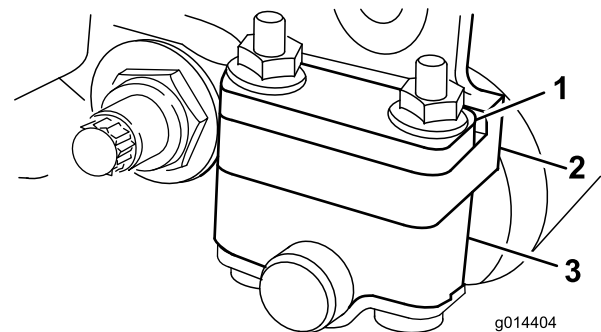
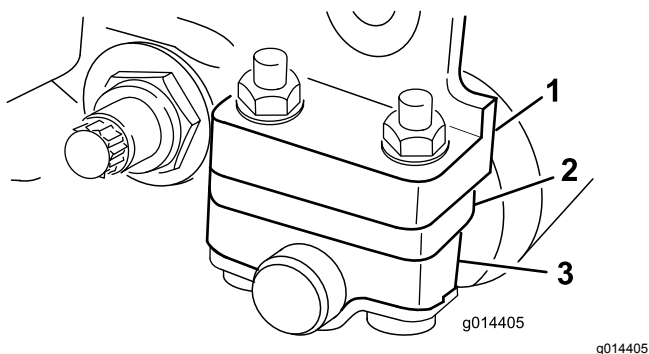

図 6
図 7
使用する刈高によって、後ローラブラケットの取り付け位置を変更する必要があります図 6 または 図 7 低位置または高位置のどちらかに設定します。
- 刈高 1.56mm の場合図 6 のように、スペーサをサイドプレート取り付けフランジの上にセット出荷時の設定する。
- 刈高範囲が 325mm の場合は、図 7 のように、スペーサを取り付けフランジの下にセットする。
4. 必要に応じてスペーサを、ローラブラケットの上または下にする 図 6 または 図 7。